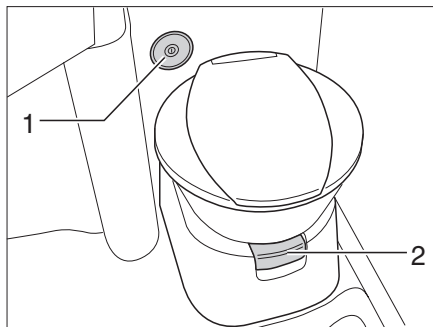
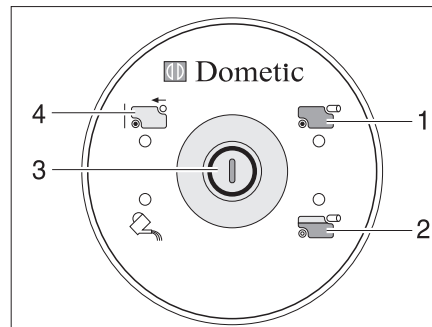

Fig. 234 Taza del inodoro con unidad de control y de mando
Fig. 235 Unidad de control y de mando del inodoro
Antes de utilizar el inodoro dejar que un poco de agua llegue a la taza del inodoro. Para esto, pulsar el botón del inodoro (Fig. 235,3) en la unidad de control y de mando (Fig. 234,2).
- Antes del lavado, abrir la corredera del inodoro. Para esto extraer la palanca de corredera (Fig. 234,1).
- Para lavar, pulsar el botón del inodoro (Fig. 235,3).
La luz de control (Fig. 235,2) se enciende cuando 3/4 del depósito de aguas fecales están llenos.
La luz de control (Fig. 235,1) se enciende cuando es necesario vaciar el depósito de aguas fecales.
- Abrir la corredera. Para esto extraer la palanca de corredera (Fig. 234,1).
- Hundir la palanca de corredera (Fig. 234,1). Se cierra la corredera. Para el vaciado **debe** estar cerrada la corredera del inodoro.
- Sacar el depósito de aguas fecales y vaciarlo como se describe en los apartados 11.8.5 y 11.8.6. En la unidad de control y de mando se enciende el visualizador "depósito de aguas fecales sacado" (Fig. 235,4).